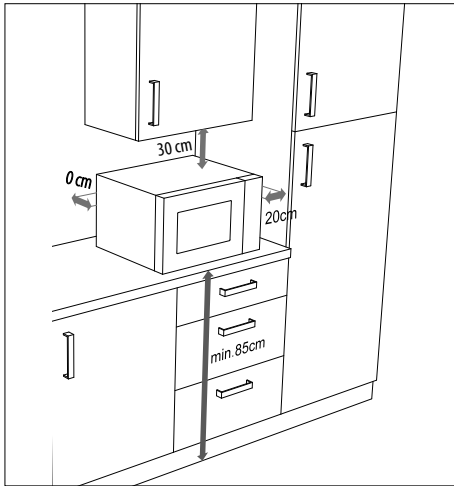

Abb. 2 – Geräteabstand
- ▶ Für eine ausreichende Belüftung müssen die in „**Abb. 2 – Geräteabstand**“ dargestellten Abstände eingehalten werden. Der Abstandshalter an der Geräterückseite muss die Wand berühren. Er gewährleistet den korrekten Abstand beim Aufstellen der Mikrowelle.